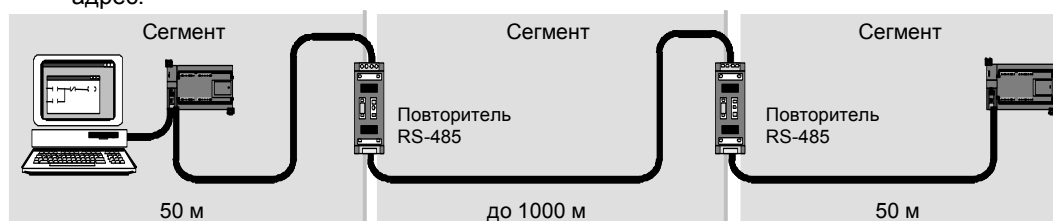

Рис. 7-21. Пример сети с повторителями
- *Для увеличения длины сети:* Добавление повторителя к вашей сети дает возможность удлинить сеть еще на 50 м. Если соединить два повторителя при отсутствии между ними других узлов (как показано на рис. 7-21), то сеть можно расширить до максимальной длины кабеля для данной скорости передачи. В сети можно использовать последовательно до 9 повторителей, но общая длина сети не должна превышать 9600 м.